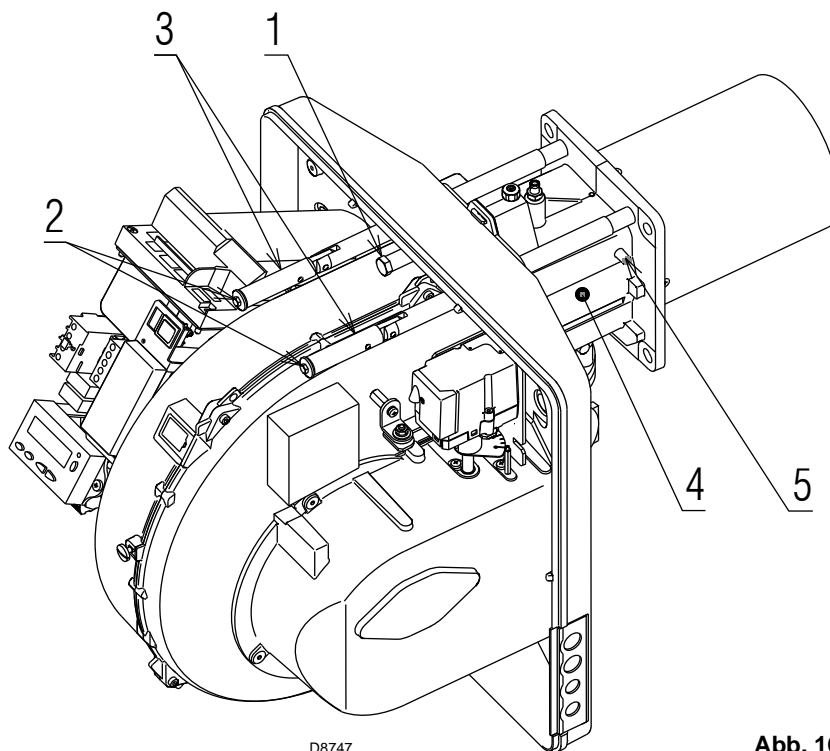

Abb. 16
- das Kabel des Fühlers und der Elektrode einführen sowie den Brenner bis zur in Abb. 16 gezeigten Position schieben;